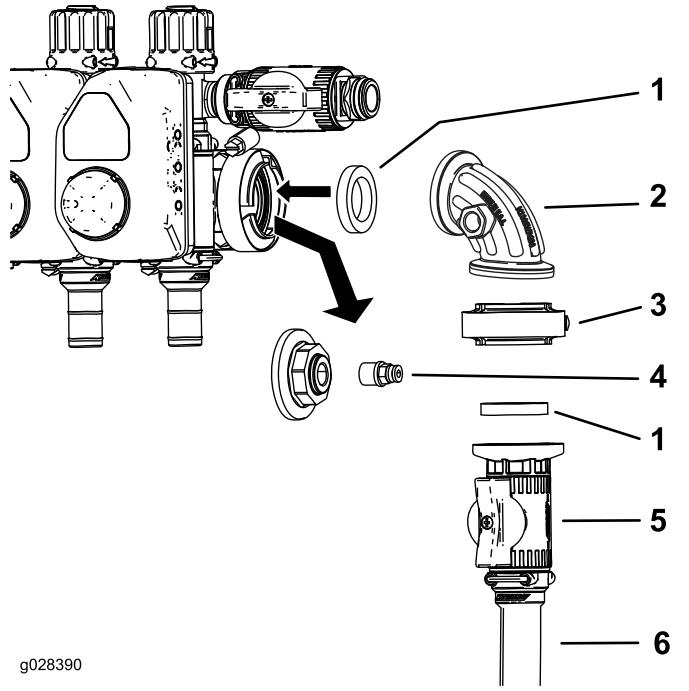
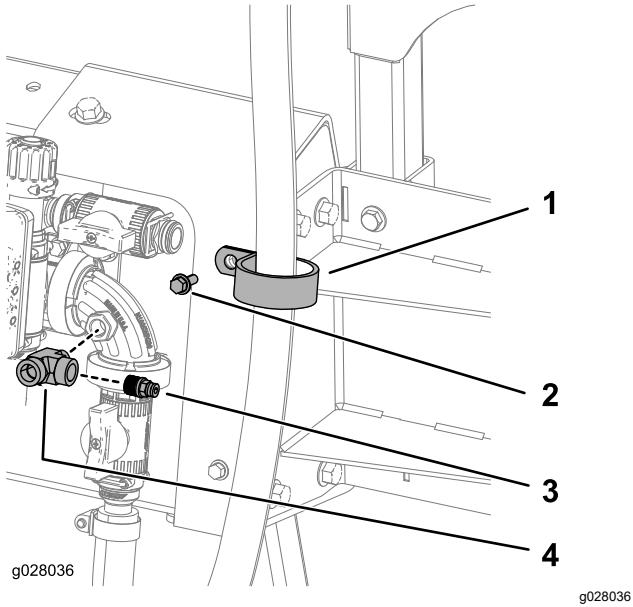

Рисунок 24
Рисунок 37
1. Отсоедините крышку и муфту от отверстия манометра (Рисунок 24).
2. Установите регулирующий клапан в сборе, как показано на Рисунок 24.
3. Установите муфту в открытое отверстие прямоугольного колена (Рисунок 24 и Рисунок 37).
4. Подсоедините шланг подачи шлангового барабана к регулирующему клапану, используя шланговый хомут (Рисунок 24).
- Прикрепите шланг длиной 180 см (71 дюйм) к верхнему кронштейну, используя R-образный хомут, болт (1/4-20 x 3/4 дюйма) и гайку (1/4-20 дюймов), как показано на Рисунок 37.
2. Наложите тефлоновый герметик на резьбу тройника и подсоедините тройник к регулирующему клапану (Рисунок 37).
3. Наложите тефлоновый герметик на резьбу соединительной муфты и подсоедините соединительную муфту к тройнику (Рисунок 37).